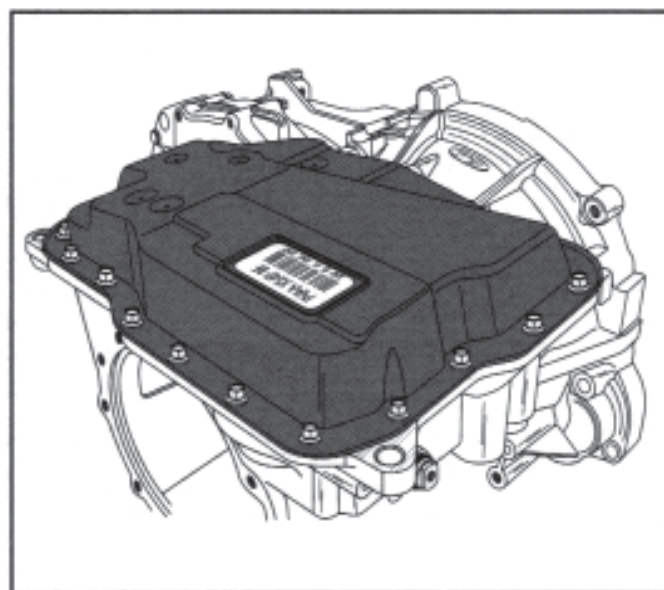

Figura 33
28. Vire a transmissão de forma que o cárter fique voltado para cima, conforme ilustrado na Figura 33.